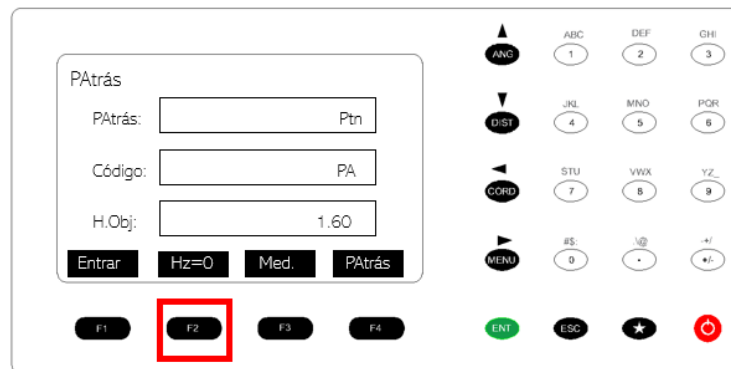

Figura 75. Configuración de la estación total.
29. Presionar el botón F2. Hz=0. Figura 75.